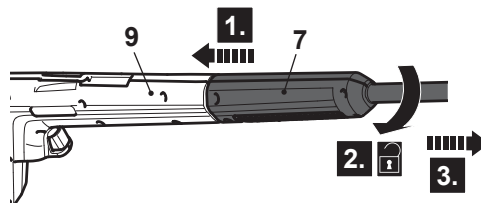

Fig. 7
2. Apăsați lancea de extensie (7) spre pistolul de pulverizare (9) (fig. 7, pasul 1) și rotiți-l în sens contrar acelor de ceasornic (pasul 2) pentru a scoate (pasul 3)